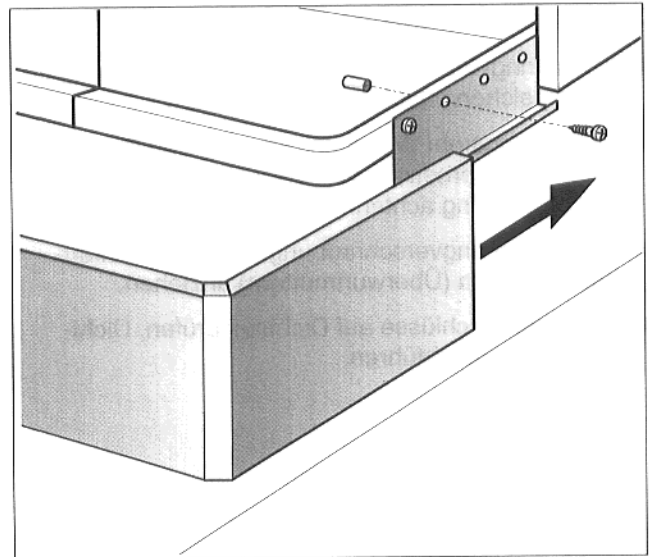

Abb. 13 Sichtblende für U104, 20/24 kW
- Blende einschieben (Abb. 13).